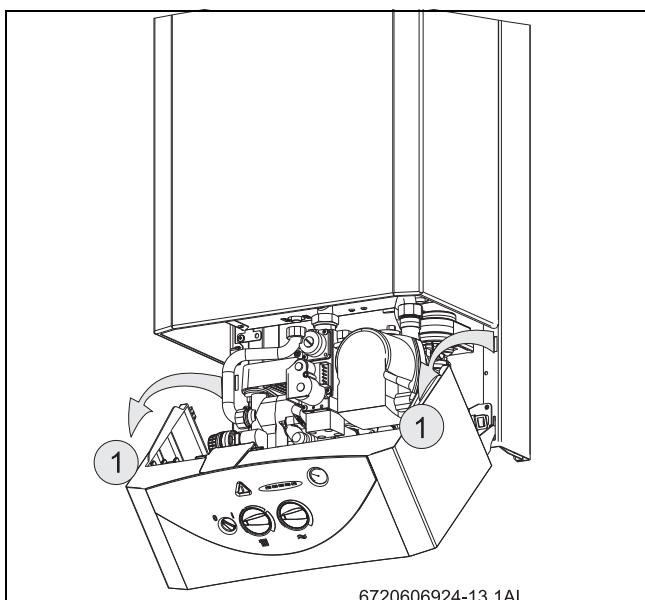

Fig. 29 Posição de serviço para ajustes do gás
- Fechar a válvula de gás, desmontar o manómetro de tubos em U, e fechar o parafuso obturador (7).
- Baixar o painel de comandos para a posição de serviço (ver Fig. 29).
- Desligar o interruptor principal (O) do aparelho.
- Desapertar o parafuso obturador (3) e ligar o manómetro de tubos em U à união de pressão.